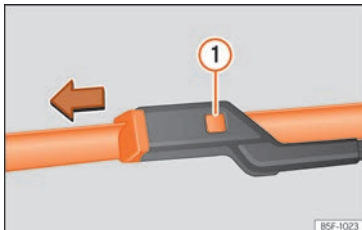

Abb. 42 Scheibenwischerblätter vorne auswechseln.
- Entriegelungstaste »» Abb. 42 ❶ gedrückt halten und gleichzeitig das Scheibenwischerblatt in Pfeilrichtung abziehen.